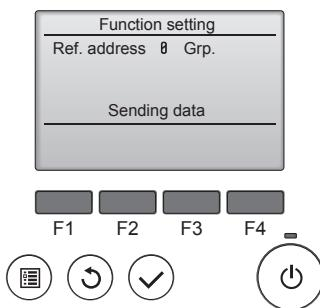

Fig. 6-15
⑤ (Fig. 6-15)
① Passaggio alla modalità di selezione della funzione